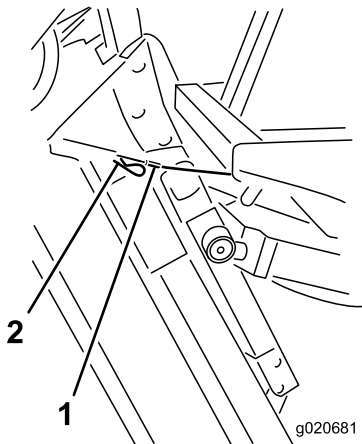

Bild 119
6. Halten Sie das Mähwerk dann in der aufrechten Stellung, bringen das Kabelende über dem Stift am Mähwerkhubarm an und befestigen es mit einem Splint (Bild 119).